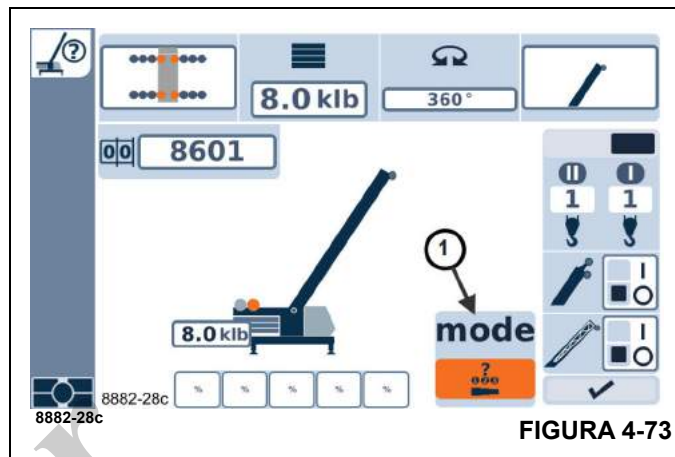

FIGURA 4-73
Después de que el RCL se ha inicializado, la pantalla del modo de aparejo se ha reingresado, la función de telescopización se ha habilitado y la pluma está completamente retraída y bloqueada, un número de modo de telescopización puede ser seleccionado (1), (Figura 4-73). El ingreso de esta opción permite que las flechas arriba/abajo o el cuadrante selector se use para seleccionar de una lista disponible con estos números de modo. Después de esta selección y de usar la marca de verificación de nuevo en la pantalla de aparejo, la función de telescopización comenzará para el estado de telescopización solicitado basado en el número de modo.